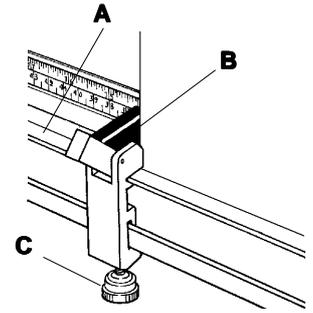

Figure 21
3. Set the board to be cut on the **LEFT SQUARING EDGE BAR (A)** and slide it to the right so the left edge of the board aligns with the desired cutting dimension. **Figure 21**. The **MEASURING STOP** is useful when more than one piece is to be cut to the same size. Set the **BLACK STOP LEVER** to the desired dimension **(B)** and lock the **MEASURING STOP** in place with the **LOCKING KNOB (C)**. Slide the board to the left against the **BLACK STOP LEVER**. and apply the **CLAMP** to hold the mount board in place and prevent buckling.
3. Legen Sie das zu schneidende Material auf die **linke Winkelleiste (A)**. Bringen Sie die linke Kante des Materials auf die gewünschte Abmessung. **Abbildung 21**. Sollen mehrere Teile mit den gleichen Abmessungen geschnitten werden, kann die Verwendung des **Maßstoppers** die Arbeit wesentlich erleichtern. Bringen Sie den **schwarzen Stophebel** auf die gewünschte Abmessung **(B)** und sperren Sie den **MAßSTOPPER** mit dem **Sperrknopf (C)**. Schieben Sie das Material nach Links gegen den **schwarzen Stophebel** und betätigen Sie die **Klemmvorrichtung**, um für ein rutschfreies, wellenfreies Schneiden zu sorgen.
3. Placez le panneau devant être coupé sur la **BARRE DE BORD D'EQUARRISSAGE GAUCHE (A)** et faites-le glisser du côté droit de manière à ce que le rebord gauche du panneau s'aligne contre la dimension de coupe désirée. **Figure 21**. Le **TAQUET DE MESURE** est utile lorsque que l'on doit couper plus d'une pièce aux mêmes dimensions. Réglez le **LEVIER DE TAQUET NOIR** à la dimension désirée **(B)** et verrouillez le **TAQUET DE MESURE** en position avec le **BOUTON DE VERROUILLAGE (C)**. Faites glisser le panneau vers la gauche contre le **LEVIER DE TAQUET NOIR** et placez la **BRIDE DE SERRAGE** pour maintenir le panneau de montage en position et empêcher qu'il ne se gondole.